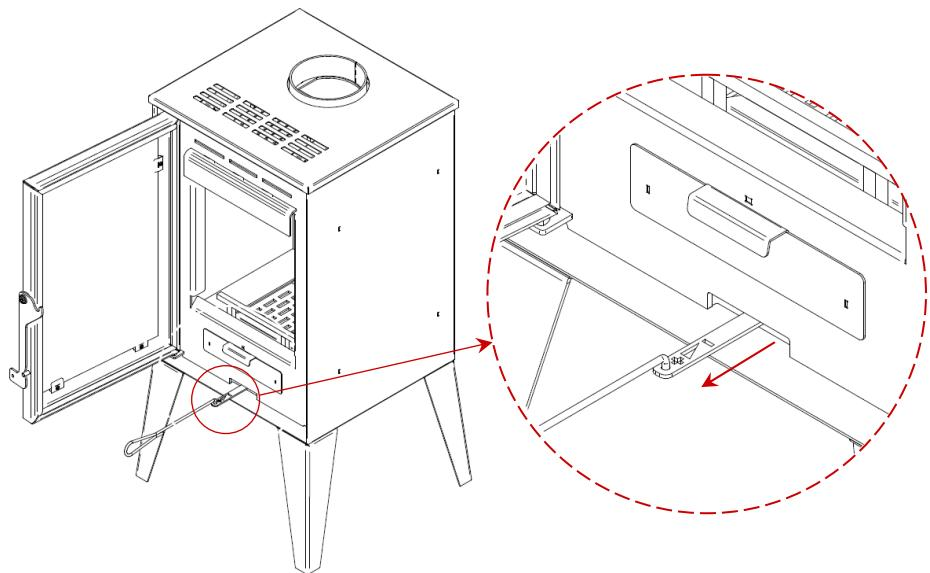

Figura 19 - Regulador de ar na posição de ar primário aberto
Na Figura 19, está indicado o regulador de ar de combustão. Este controla a quantidade de ar que entra na salamandra, controlando assim a queima do combustível.
- O ar primário deve estar aberto durante o arranque, até que a lenha esteja bem ateada, isto é, regulador todo na posição (+), Figura 19.